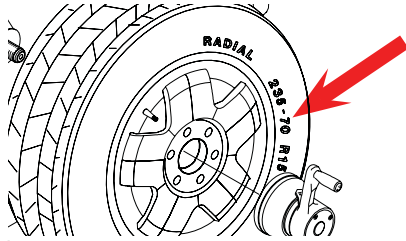

Figure 24a
- Sélectionner le bouton de diamètre manuel. Lire le diamètre de la jante marqué sur le côté du pneu (Figure 24a et 24b). Presser le bouton du diamètre (D) et entrer le diamètre de la jante mesuré en sélectionnant les touches +/- jusqu'à ce que la valeur désirée apparaisse sur l'écran.